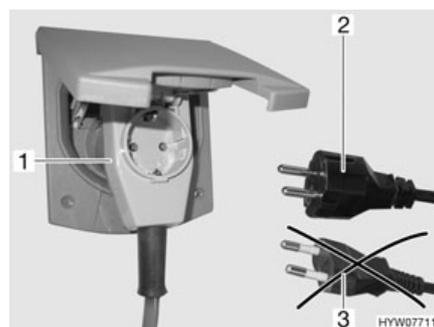

Fig. 106 Raccordement à un adaptateur coudé avec prise de courant
- ▶ Lors de l'utilisation d'un adaptateur coudé CEE 17 muni d'une prise à l'arrière (Fig. 106,1), se servir uniquement d'un connecteur en caoutchouc et scellé IP 44 avec contact de mise à la terre (Fig. 106,2). Ne pas utiliser de connecteur sans contact de mise à la terre (Fig. 106,3).